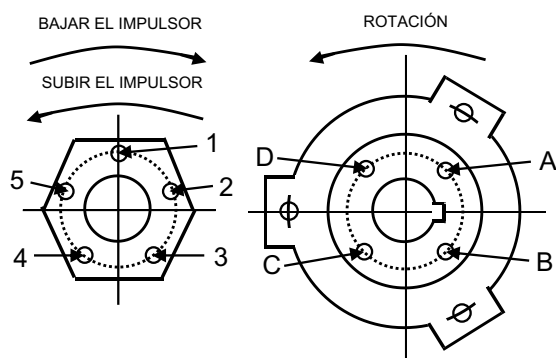

Figura 13
- Alinee el orificio "5" de la tuerca de ajuste y el orificio "D" del embrague del motor (véase la figura 13) o orificios similares que se encuentren en la misma posición. Si se tiene cuidado, se obtendrá una holgura inicial del impulsor de entre 0,001" y 0,003", dependiendo del tamaño del eje o del paso de la rosca.